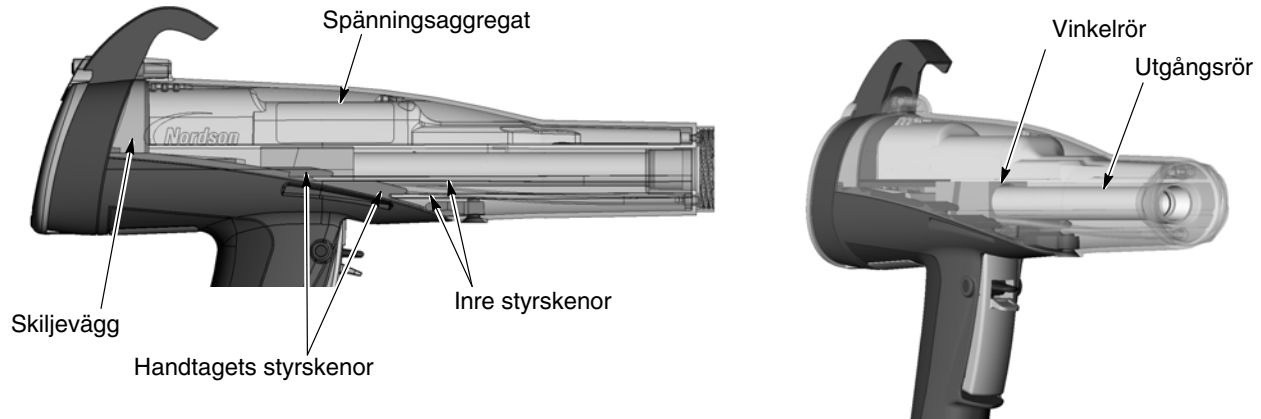

Bild 6-6 Sammansättning av pistolen
1. Se bild 6-6. Rikta in pistolkroppsdelens mot handtaget och skjut samman dem, så att de inre styrskenorna i pistolkroppen passar in i de motsvarande spåren i handtaget.